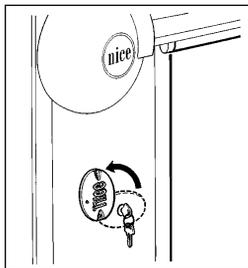
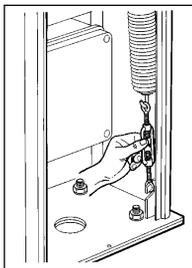

Рисунок 13.
Рисунок 14.
- A) Поднять крышку замка устройства разблокировки, как указано на рис. 13.
Чтобы шлагбаум работал правильно, его нужно сбалансировать. Эта операция выполняется только после окончательного монтажа шлагбаума со всеми принадлежностями. Разблокируйте шлагбаум (ручной режим работы - см. рис. 13) и отрегулируйте с помощью устройства натяжения пружины (рис. 14). Шлагбаум правильно сбалансирован, если он остается в положении 45°, не опускаясь и не поднимаясь. В случае применения очень короткой штанги без принадлежностей пружина